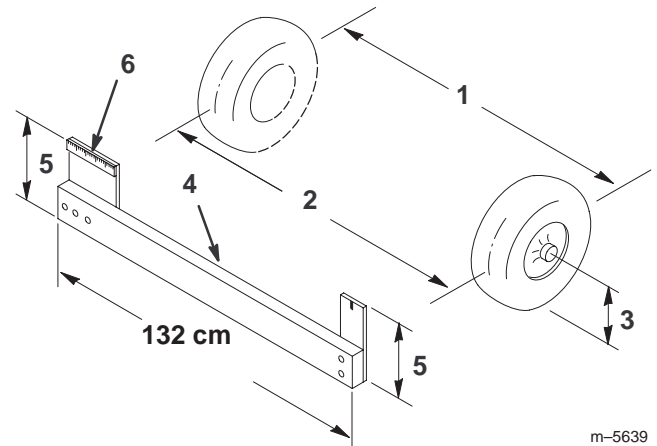

Figure 34
2. Mesurez la distance entre les roues avant à hauteur d'essieu, à l'avant et à l'arrière des roues (Fig. 34). Un gabarit ou un compas à verges est nécessaire pour mesurer l'arrière des roues avant à hauteur d'essieu.
Utilisez le même gabarit ou outil pour mesurer précisément l'avant des roues avant à hauteur d'essieu (Fig. 34).